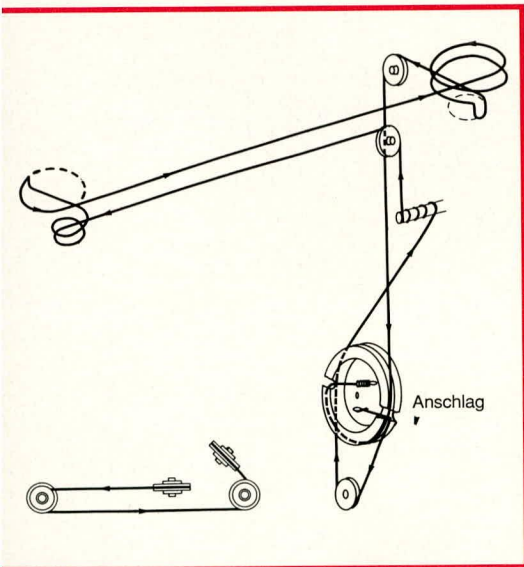

Bild 5:
Nachdem die beiden Umlenkrollen mit den entsprechenden Achsbolzen in die Kunststoffträger eingesetzt sind, folgt das Auflegen des Skalenseils. Der Tuner-Drehkondensator befindet sich hierbei zunächst an seinem Rechtsanschlag (im Uhrzeigersinn gedreht). Das mit einer Schlaufe versehene Skalenseil wird in den gegenüber von der schmalen Durchführungsöffnung liegenden Seilhaken eingehängt und anschließend, wie in Abbildung 5 gezeigt, um die einzelnen Umlenk- und Seilrollen zu den Seilträgern am Drehkondensator zurückgeführt, mit der Zugfeder verknüpft
und in den freien Seilhaken eingehängt. Auf die Stellung der Doppelseilrollen ist hierbei genau zu achten (Bild 5).
Es folgt das Verkabeln der bereits eingebauten Niedervoltbuchse mit den Anschlüssen des Batteriefaches. Hierzu dienen die bereits vorgefertigten Anschlußleitungen (Kabellänge rot = 18 cm, Kabellänge blau = 11 cm). Die noch fehlende Verbindung von der Buchse zum Batteriefach ist aus je einem Abschnitt Schaltlitze rot und blau (Länge = 15 cm) anzufertigen. Die Verdrahtung erfolgt gemäß Abbildung 5. Damit ist die Gehäuserückwand soweit fertiggestellt und wir fahren mit den Vorbereitungen der Gehäusevorderseite fort.
5.3.1. Passive Infrarotbewegungsmelder (Bild 5) zählen zu den verlässlichsten Raumüberwachungsgeräten überhaupt; besonders die schottische Firma Racal-Guardall hat sich damit weltweit einen Namen gemacht. Voraussetzung für die ordnungsgemäße Funktion ist, daß diese Melder in geeigneten Räumen bestimmungsgemäß installiert wurden, sprich: daß die physikalischen Kriterien, welche zur Fehlauflösung führen könnten, berücksichtigt wurden.